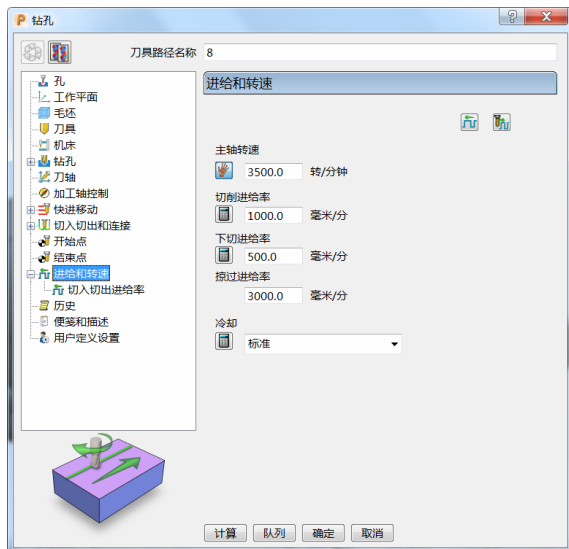
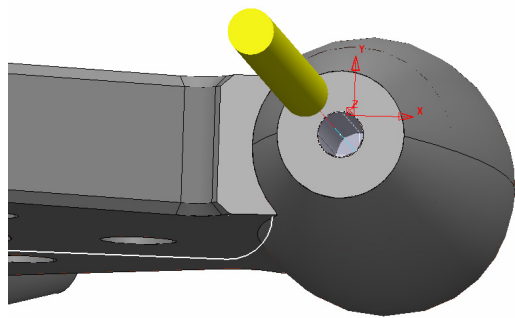

图 4-65
图 4-66
10) 进给和转速：设定主轴转速 3500.0r/min、切削进给率 1000.0mm/min、下切进给率 500.0mm/min、掠过进给率 3000.0mm/min，标准冷却。（图 4-65）
11) 单击图 4-65 中的“计算”按钮，刀具路径如图 4-66 所示。